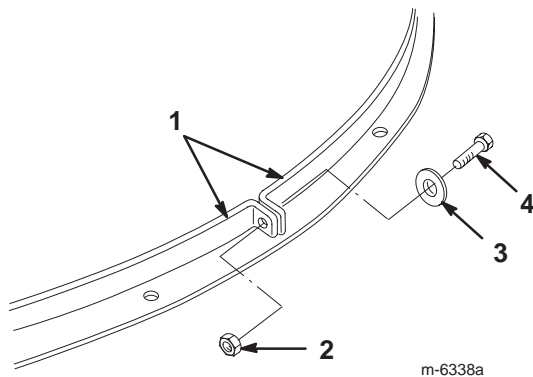

Bild 15
10. Entfernen Sie die Schraube, Scheibe und Mutter, mit denen die beiden Riemenenden zusammengehalten werden (Bild 15).
14. Verbinden Sie die beiden Riemenenden um die Recyclerabdeckung (Bild 15).
9. Entfernen Sie die Schraube, Scheibe und Mutter, mit denen die beiden Riemenenden zusammengehalten werden (Bild 15).
15. Verbinden Sie die beiden Riemenenden um den Auswurfkanal (Bild 15).
16. Richten Sie die Löcher in den Riemenenden aus und ziehen Sie sie mit der vorher abgenommenen Schraube, der Scheibe und der Mutter fest (Bild 15).